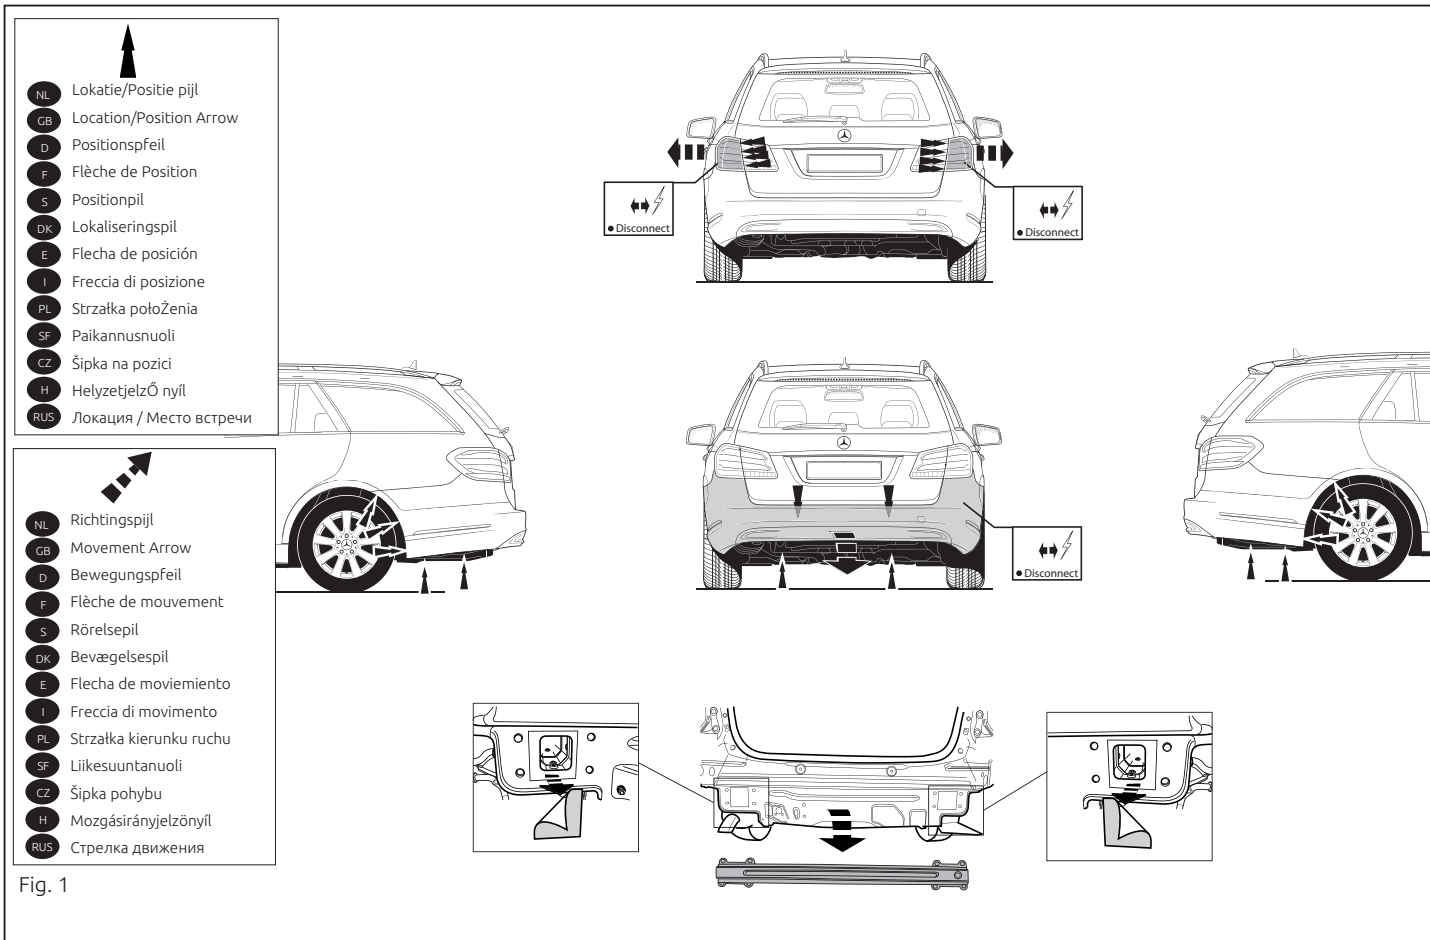

Fig. 1
2. Снять бампер вместе со стальным буферным брусом автомобиля буферный брус больше не понадобится. Удалить клейкую ленту слева и справа. См. рисунок 1.